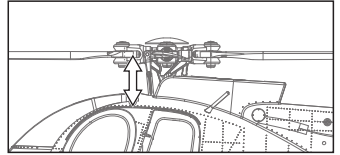

図2. 機体を左側面から見た図
2. エレベータスティック(モード1:左スティック、モード2:右スティック)を上下に動かすとエレベータサーボのリンケージロッドが上下します(図2)。動作に引っ掛かりや異音がないか確認します。